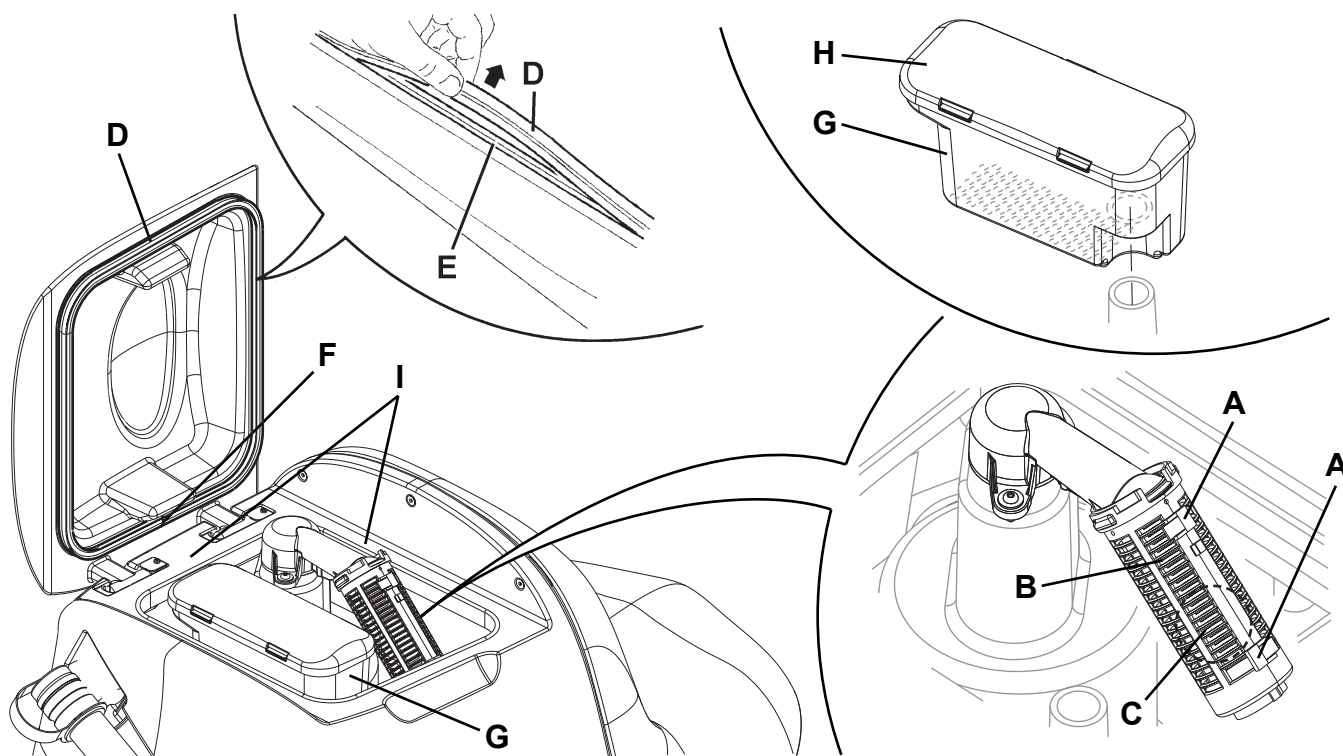

Рис. 7
2. Поверните ключ зажигания (58) в положение «0».
3. Откройте крышку (20).
4. Очистите и промойте чистой водой крышку (20) и бачок (19). Слейте воду из бачка с помощью шланга (24).
5. Очистите вакуумную сетку (27), разомкните фиксаторы (А, Рис. 7), откройте сетку (В) и извлеките поплавков (С), затем тщательно очистите и установите его на место.
6. Очистите контейнер с фильтрующей решеткой (26), извлеките контейнер (G), снимите крышку (H), затем тщательно очистите и установите на место вакуумный шланг.
7. Проверьте, цела ли прокладка крышки (D).